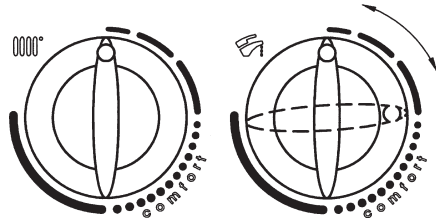

Abbildung 18B
- 2) Während der Drehregler 7 in dieser Position steht, wie auf Abbildung 18B dargestellt zwei schnelle, aufeinanderfolgende Drehungen ($\sim \frac{1}{4}$ Umdrehung) im Uhrzeigersinn ausführen.